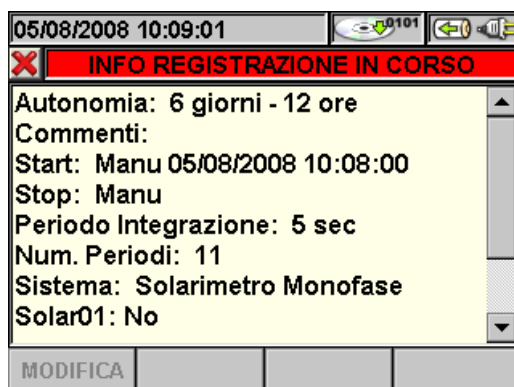

Fig. 142: Ecrã informações gravação em curso com sistema FV configurado
6. No ecrã da Fig. 142 são apresentadas as seguintes informações: